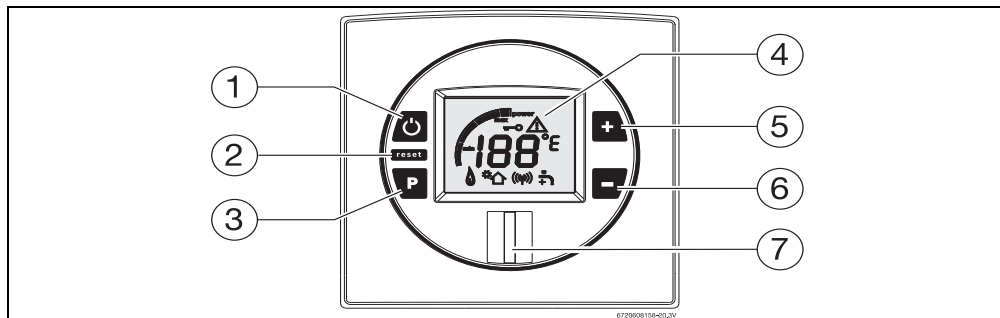

Рис. 4
Выключите прибор (Рис. 4 , поз. 1).
- ▶ Нажмите и удерживайте кнопку программирования (Рис. 4 , поз. 3), нажмите кнопку «Вкл./выкл.» (Рис. 4 , поз. 1), для подключения прибора. Отпустите кнопку программирования только после того, как на ЖК-дисплее появится индикация «188». На ЖК-дисплее появится сигнал «Р2».
- ▶ Нажмите кнопку «Вкл./выкл.» (Рис. 4 , поз. 1), для отключения прибора. Теперь пульт дистанционного управления деактивирован.